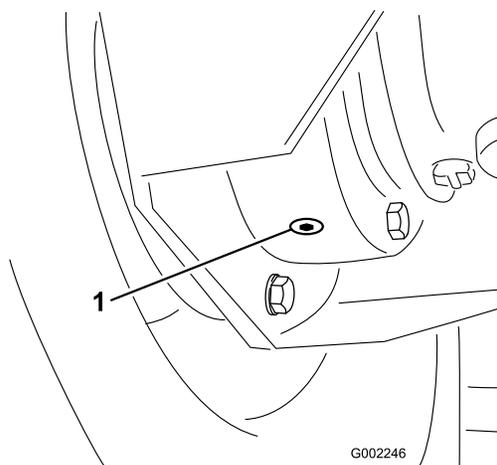

Figura 50
4. Mettete una bacinella sotto il tappo di spurgo interno e toglietelo (Figura 50).